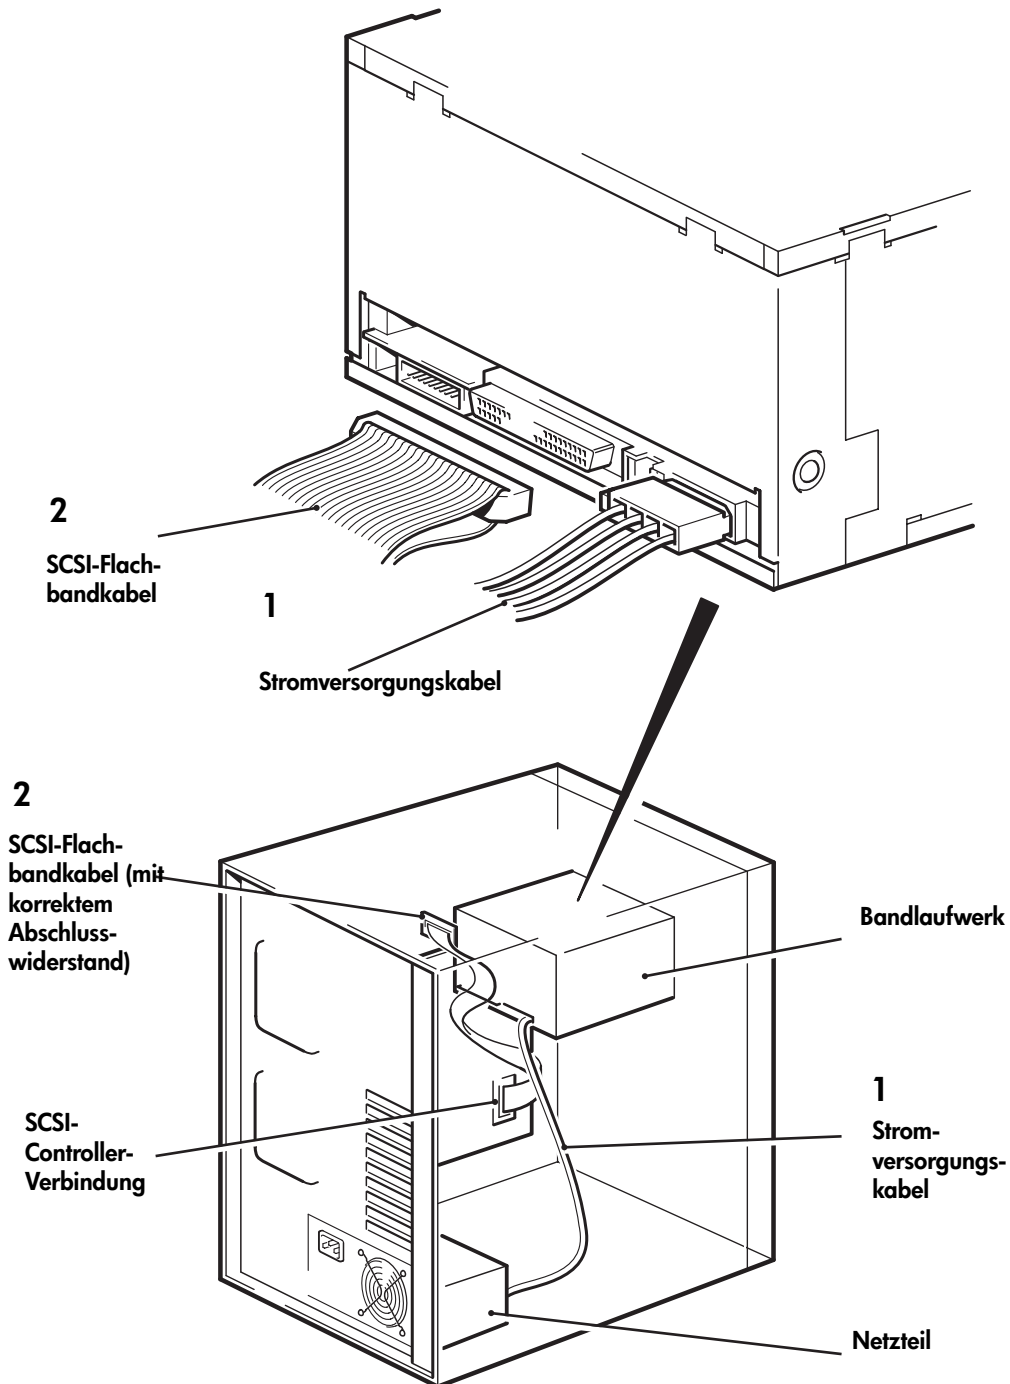

Abbildung 7: Anschließen der Stromversorgungs- und SCSI-Kabel
- 1 Schließen Sie ein freies Stromversorgungskabel vom internen Netzteil des Servers an den Netzanschluss an (siehe Abbildung 7, Nr. 1).
- 2 Schließen Sie einen freien Anschluss am Flachbandkabel des Servers oder am SCSI-Flachbandkabel des HBAs an den SCSI-Anschluss des Laufwerks an (siehe Abbildung 7, Nr. 2).
Wenn daher der HBA das erste Gerät am Bus ist, sollten Sie sich vergewissern, dass der zweite Abschlusswiderstand hinter dem letzten Gerät angebracht wird (siehe Abbildung 7, Nr. 2).